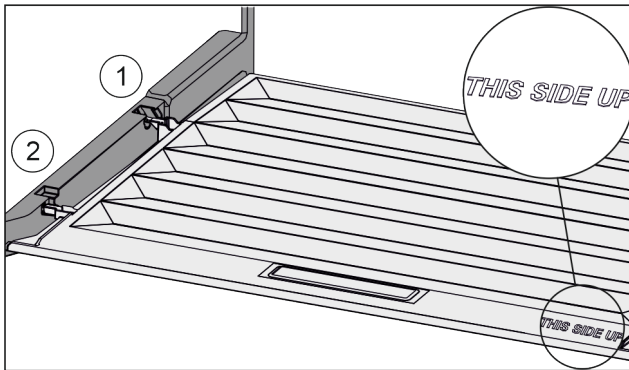

Fig. 137
- ▶ 从后部固定支架 Fig. 137 (1)开口导入桥形接片并卡入固定支架 Fig. 137 (2)的前端。